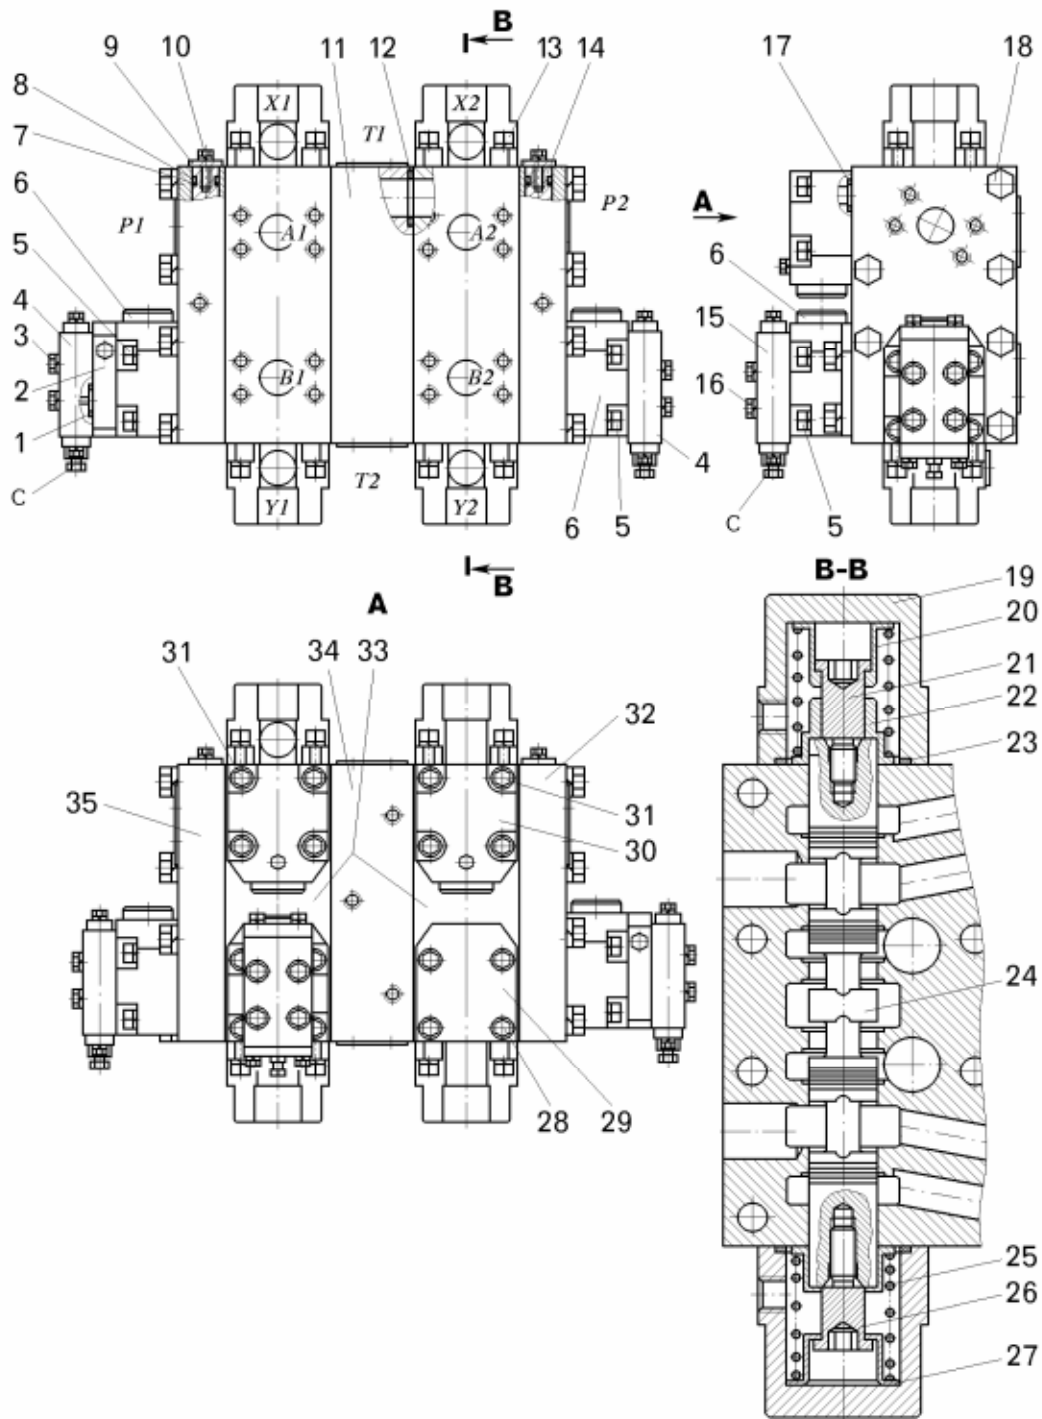

Рисунок 14.5 – Гидрораспределитель:
- отвернуть болты 28 и снять с корпуса крышку 29 (рисунок 14.5);